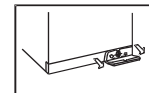

Abb.1
- 1). Die untere Dekorplatte durch Drücken herauspringen lassen (Abb. 1);